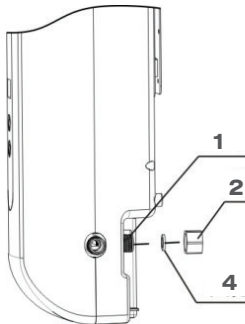

Рисунок 19
- а. Установите коленчатый патрубок на 1/2" на выпускной штуцер, расположенный в задней части умягчителя воды для душа. Открутите заглушку от выпускного штуцера умягчителя воды для душа, рис. 19; закрепите коленчатый патрубок на 1/2" из комплекта дополнительных принадлежностей, как показано на рис. 20. Установите ещё одну прокладку на патрубок после его установки на умягчитель воды для душа рис. 21.